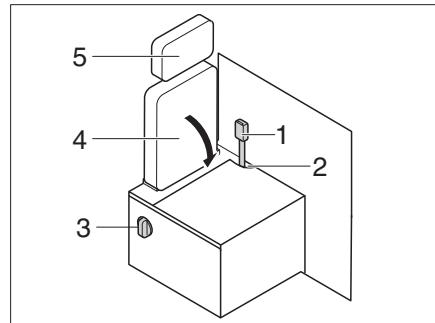

Fig. 220 Transformación del modo marcha al modo espacio de estar
- Desmontar reposacabezas (Fig. 220,5) (véase el capítulo 5.7).
- Colocar la hebilla de cinturón (Fig. 220,1) en el orificio (Fig. 220,2).
- Accionar la palanca giratoria (Fig. 220,3) y plegar el respaldo del asiento (Fig. 220,4).
► Proceder en orden inverso al pasar del modo espacio de estar al modo marcha. Asegurarse de que la hebilla del cinturón pase por el orificio (Fig. 220,2).